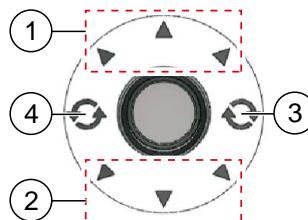

Fig. 3: Fonctions du joystick
- En avant/en arrière Fig. 3 (1,2)
- Zone de rotation Fig. 3 (3,4)
- Dans les zones pour les déplacements en avant (1) ou en arrière (2), la caravane peut être déplacée de façon continue dans la direction sélectionnée.